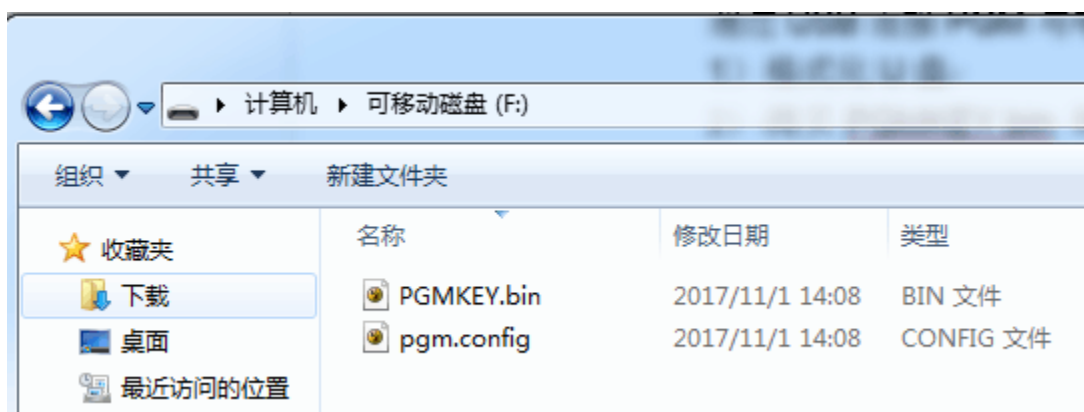
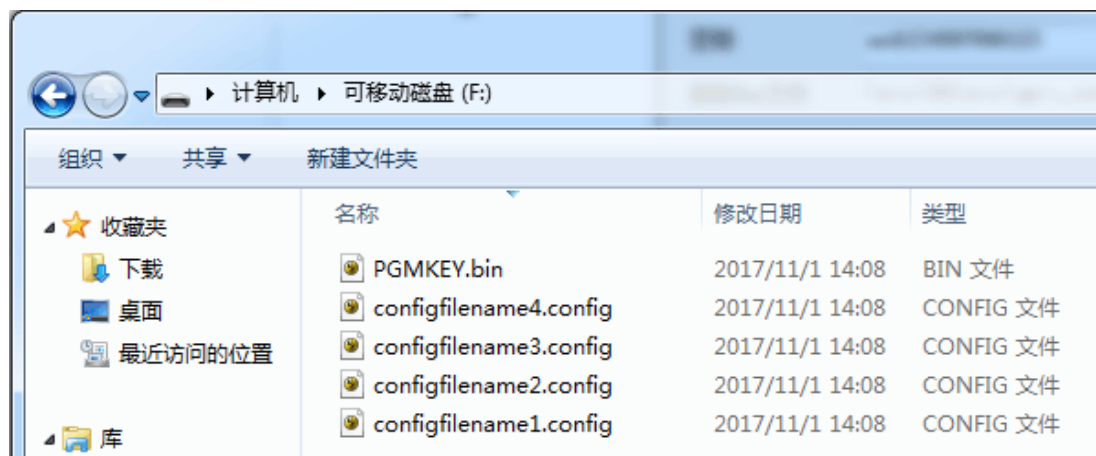

图 29 标准版拷贝文件
图 30 带屏版拷贝文件
- 2) 拷贝 PGMKEY.bin 和***.config 到 U 盘中,标准版编程器拷贝文件如图 29 所示。带屏版可拷贝多个配置文件到 U 盘中,如图 30 所示。